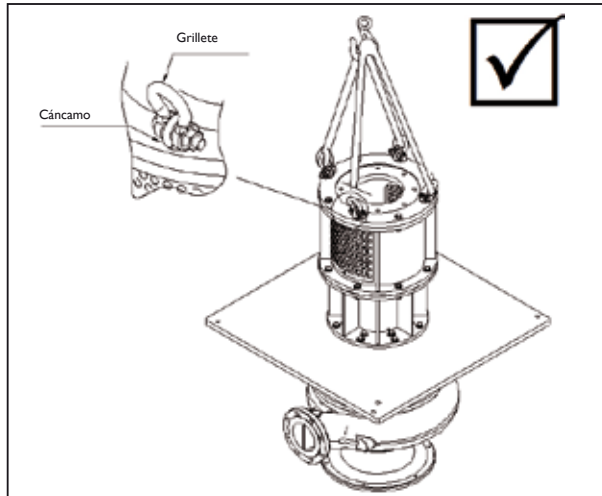

Figura 27
- 3.- Levante el equipo de bombeo con eslingas adecuadas y monte la bomba en la estructura (figura 27).